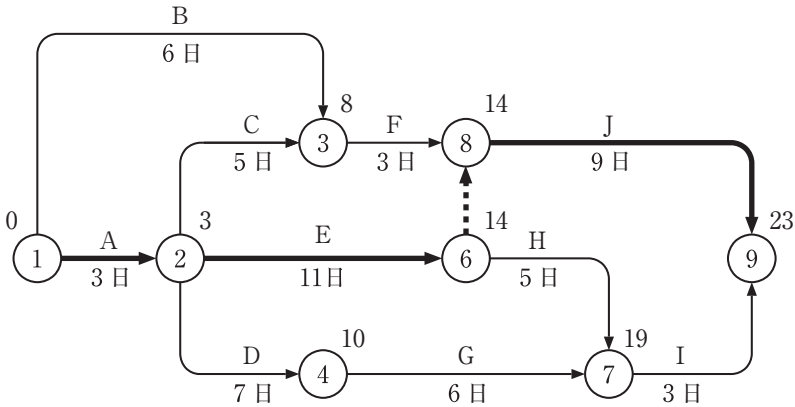

図 1
(1) ①② ネットワーク工程表に EST を記入すると、図 1 のようになる。太線が最も長いルートとなるので、クリティカルパスは、①→②→⑥→⑧→⑨である。イベント番号⑨の EST が工期、すなわち所要日数（23 日）である。